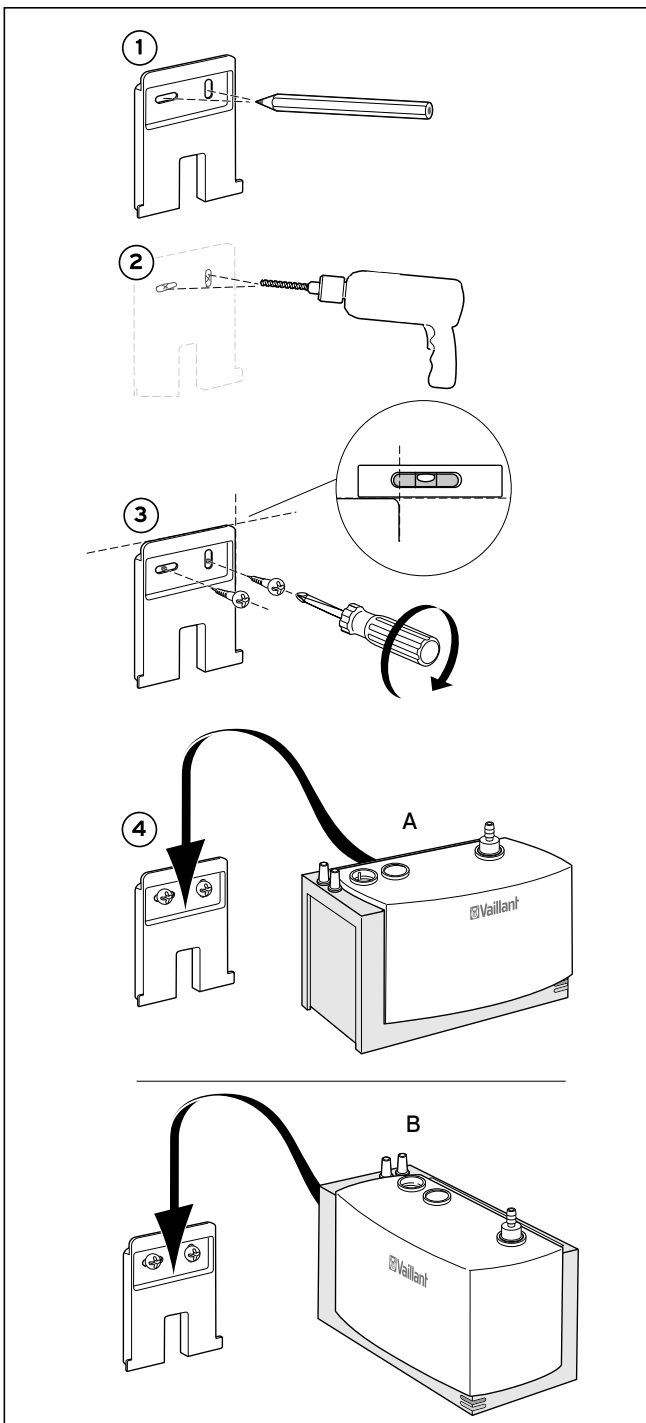

Fig. 4.2 Montage du support mural
- Montez le support mural conformément à la figure 4.2 à un emplacement approprié au-dessous du point d'évacuation de l'eau de condensation de l'appareil de chauffage.